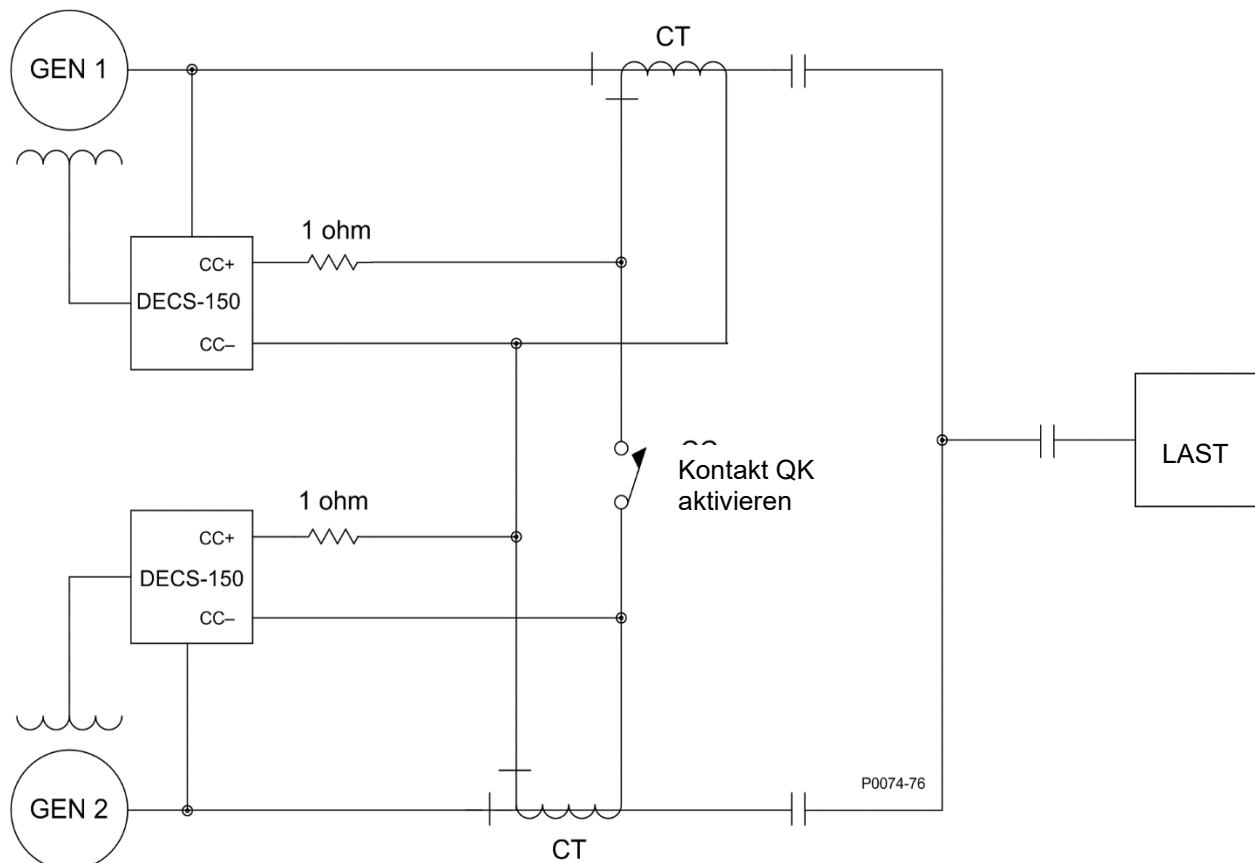

Abbildung 4-3. Verbindungen für Querstromkompensation
Der Querstromkompensationsmodus (Blindstromdifferential) ermöglicht zwei oder mehr parallel geschalteten Generatoren sich eine Last zu teilen. Wie in Abbildung 4-3 dargestellt wird, wird jeder Generator von einem DECS-150 gesteuert, das den DECS-150 Querstromkompensationseingang (Klemmen CCT+ und CCT–) sowie einen speziell dafür vorgesehenen, externen Stromtransformator (CT) zur Messung des Generatorstroms verwendet. Die in Abbildung 4-3 dargestellten Widerstände werden verwendet, um die Last einzustellen und können entsprechend der Anwendung angepasst werden. Stellen Sie sicher, dass die Nennleistung der Widerstände für die Anwendung angemessen ist.